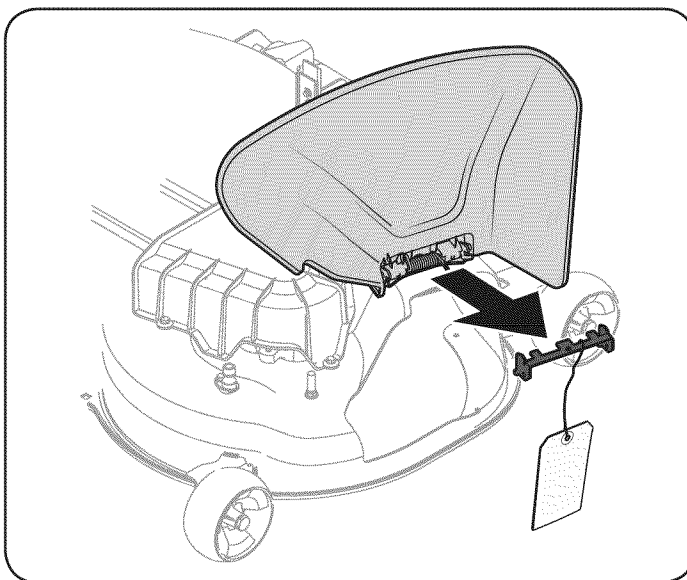

Figura 30
1. Revise el equipo de corte para una traba de seguridad que puedan estar llevando a cabo el deflector del canal alcista para el envío. Si la llave está presente, debe ser removido antes de operar el tractor. Sosteniendo el deflector del canal hacia arriba por completo, quite la traba de seguridad. Baje el deflector del canal y deseche la traba de seguridad. Vea Figura 30.